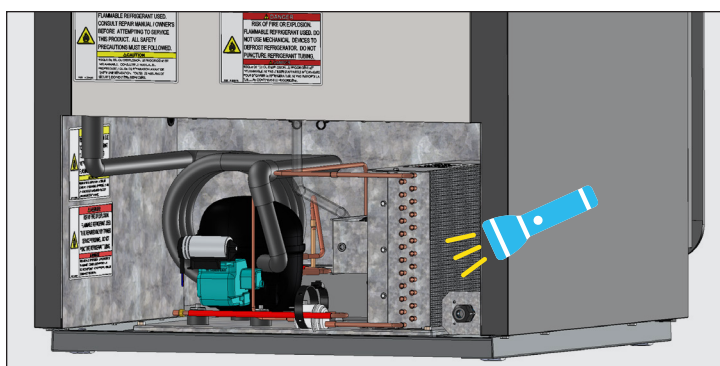

Fig. 4. Verifique que se hayan eliminado todas las obstrucciones.
4. Luego de eliminar la suciedad de la superficie del serpentín, use una linterna para verificar que puede ver con claridad a través del serpentín. Véase la fig. 4.